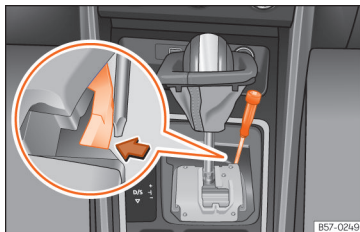

Abb. 262 Wählhebel: Notentriegeln aus der Parkstellung.
- Drücken Sie seitlich mit Hilfe der flachen Seite des Schraubendrehers auf die gelbe Taste und halten Sie sie gedrückt » **Abb. 262**.